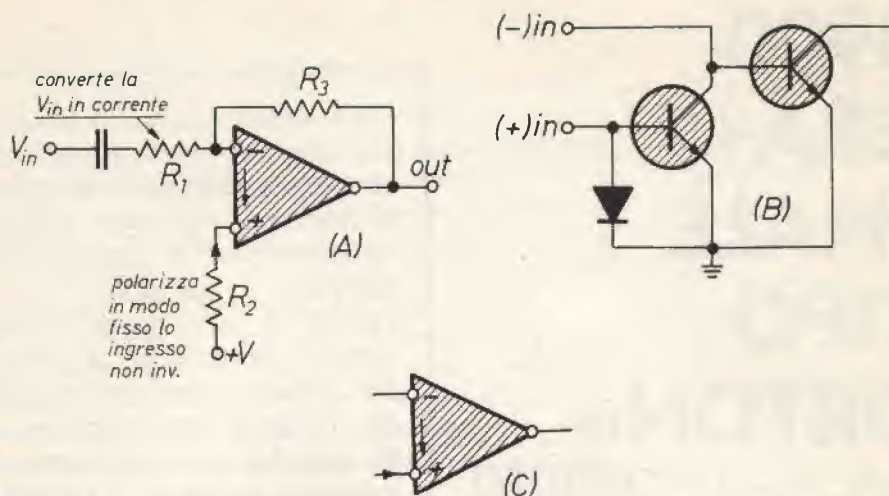

figura 1 - Polarizzazione (A), circuito d'ingresso (B), e simbolo tipico (C), di integrato di Norton.
In figura 1 vediamo un tipico modo di polarizzare l'integrato secondo quanto detto ora (A), il circuito d'ingresso di un amplificatore Norton in cui possiamo osservare in particolare il fatto della corrente-specchio e di come vengono mantenuti gli ingressi a tensione fissa (B) nonché il simbolo tipico (C). La freccia sull'ingresso non invertente indica che l'ingresso è in corrente. La freccia sul lato verticale indica invece che la corrente scorre dall'ingresso (—) all'ingresso (+). Osservando il circuito (B) si nota che la base del